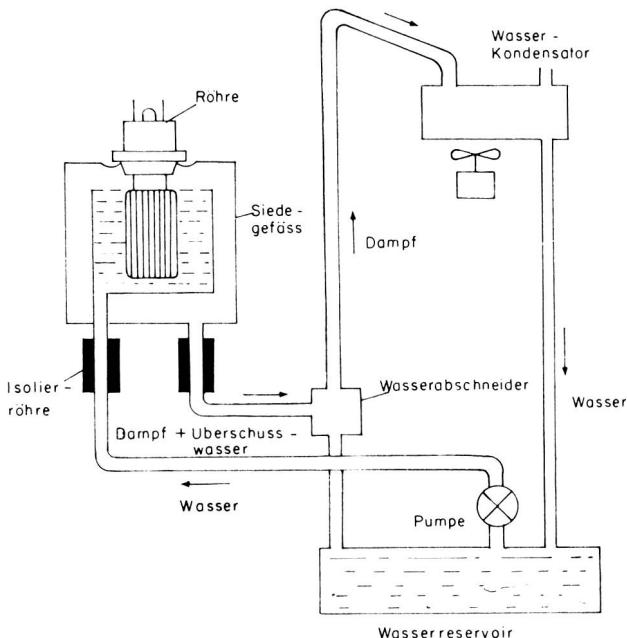

Fig. 7 Variante einer Siedekühlungsanlage, mit Wassereintritt und Dampfaustritt auf der unteren Seite des Gefäßes (nach AEG-Telefunken).
2. Siedegefäß mit Kondenswassereintritt und Dampfaustritt unten, Anode unten (Fig. 7).